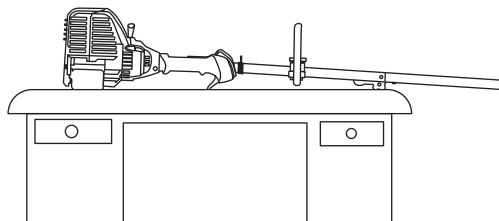

Fig. 18
2. Coloque el motor sobre una superficie plana y nivelada, con el protector de la cabeza de corte colgando de un banco o mesa de trabajo para obtener una lectura adecuada del nivel de aceite (Fig. 18).